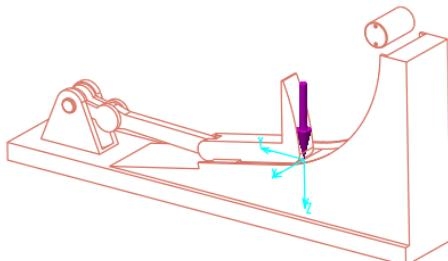

图 7.7.23 重力方向
(1) 选择命令。单击 **属性和条件** 区域中的“重力”按钮 ，系统弹出“重力”对话框。
(2) 设置重力方向。在 **方向** 区域中设置 X=0, Y=0, Z=1，分别按 Enter 键确认，此时重力方向如图 7.7.23 所示。